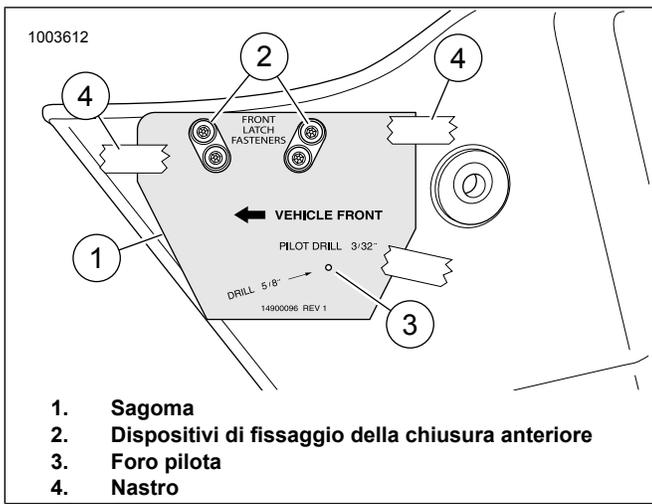

Figura 1. Sagoma e borsa
1. Vedere la figura 1. Collocare la sagoma (1) sulla parte esterna anteriore della borsa. I fori ovali della sagoma combaciano con i dispositivi di fissaggio della chiusura anteriore (2). Fissare la sagoma con un nastro (4).
2. Eseguire un foro pilota da 3/32 in (3).